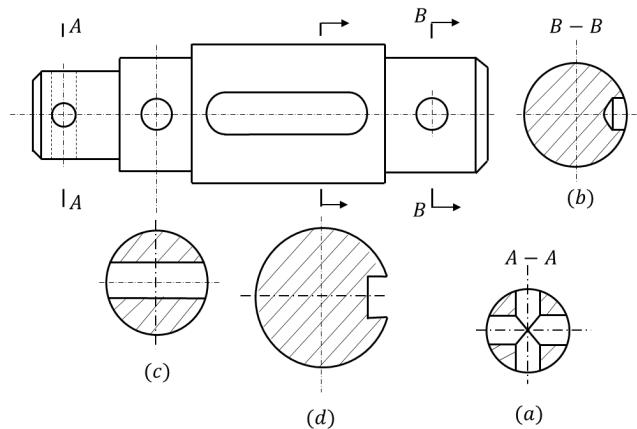

图 4-5 移出断面图
移出断面图：画在视图以外的断面图。如图 4-5 所示。
- 1、当断面分离（如图 4-5 (a) 和 (c)）或开有小孔（如图 4-5 (b)）时，需要画出完整的外圆轮廓；
- 2、当断面图左右不对称时（如图 4-5 (b) 和 (d)），需用箭头指明投射方向；
- 3、当断面图没有配置在剖切线的延长线上（如图 4-5 (a) 和 (b)），需标明视图名称。
解题思路：这道题的是图 4-5（b）、（d）的结合。